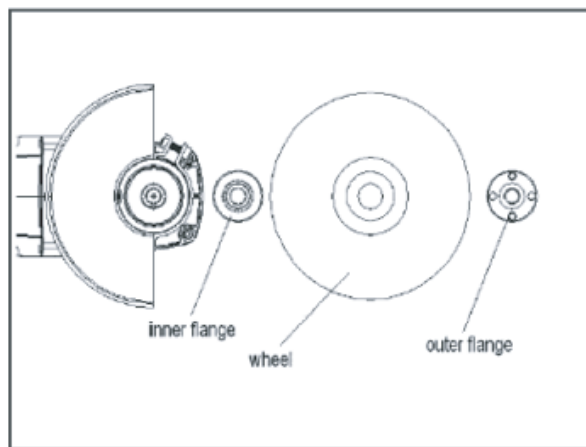

Fig 3
1. Monte la brida interior en el eje, coloque la rueda / disco en la brida interior y atornille la brida exterior en el eje (Fig 3).